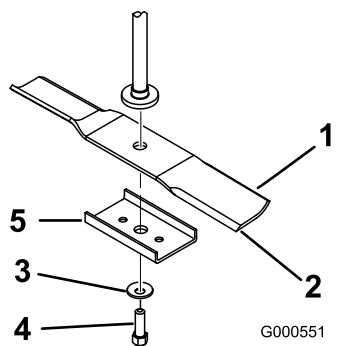

Figura 47
- Togliete il bullone della lama, la rondella curva, il rinforzo della lama e la lama dall'asse del fusello (Figura 47).
- Montate il rinforzo della lama, la rondella curva (lato concavo verso la lama) ed il bullone della lama (Figura 47).
- Montate la lama sull'asse del fusello (Figura 47).